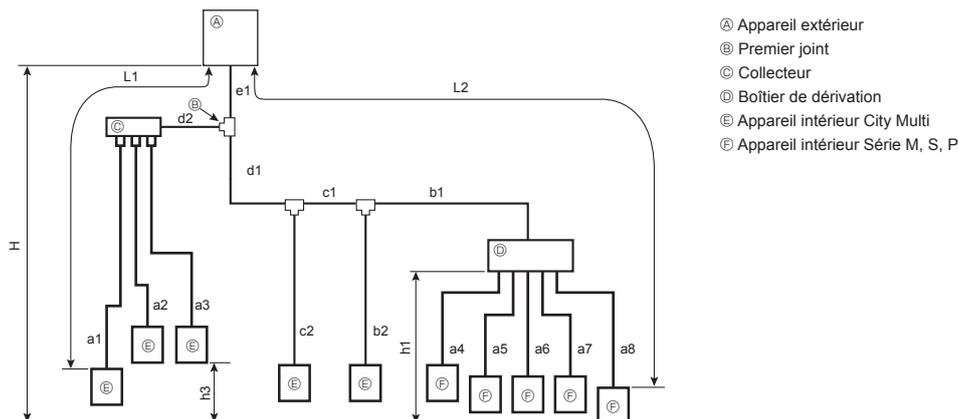

Fig. 4-5 (a)
4.1.3. Système mixte (appareils intérieurs City Multi et appareils intérieurs Série M, S, P (connexion via boîtier de dérivation)) (Fig. 4-5)